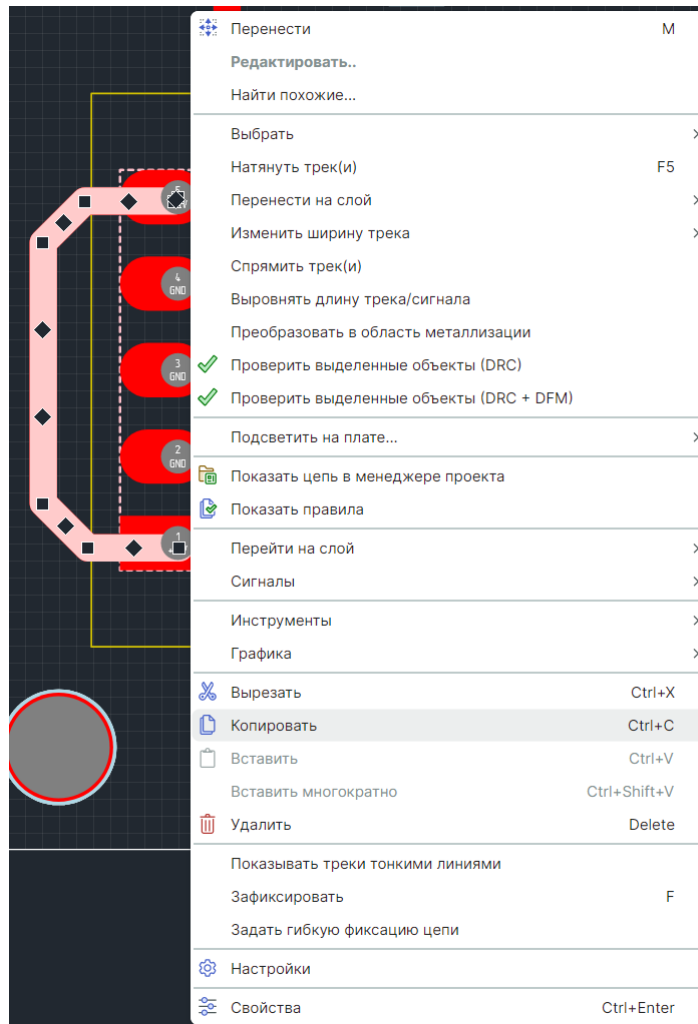

Рис. 419 Копирование трека
2. Воспользуйтесь пунктом «Копировать» контекстного меню или нажмите горячие клавиши «Ctrl+C», см. Рис. 419. Копию выделенных сегментов трека можно получить, перемещая объект при нажатой клавише «Ctrl».